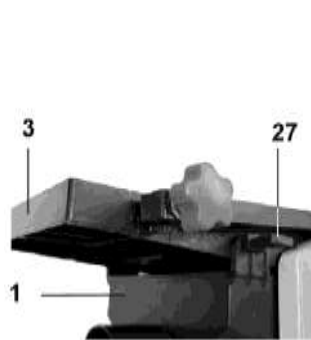

Рис. 7
пылесборник (1) с нижней стороны приёмного стола (3) и зафиксируйте клипсами (27) в специальных гнездах на приёмном столе (3), Рис. 7.